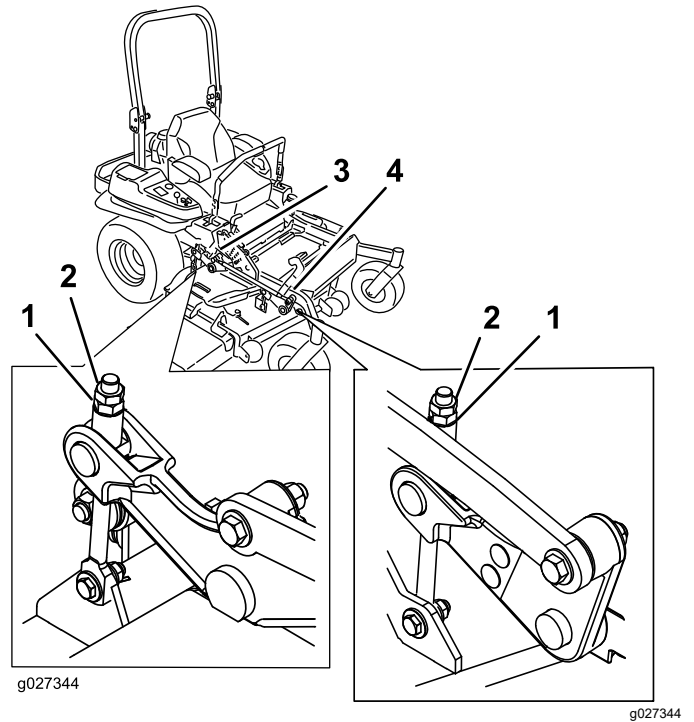

Figura 96
9. Gire la tuerca de ajuste del conjunto de elevación de la carcasa delantera para modificar la altura (Figura 96).
15. Gire el tornillo de ajuste hasta obtener una altura de 8.3 cm ($3\frac{1}{4}$ ") (Figura 96).